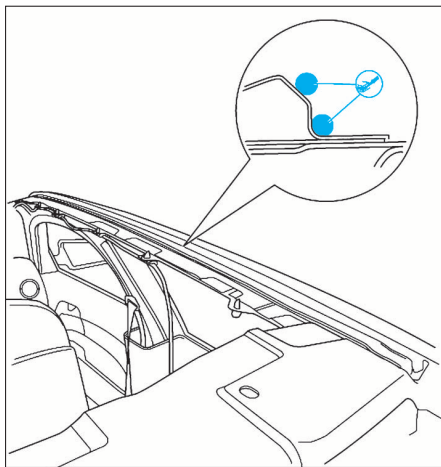

FIG. 44
- Appliquer les cordons de colle sur la couronne du pavillon à l'aide d'un pistolet à cartouche double (Fig.44).